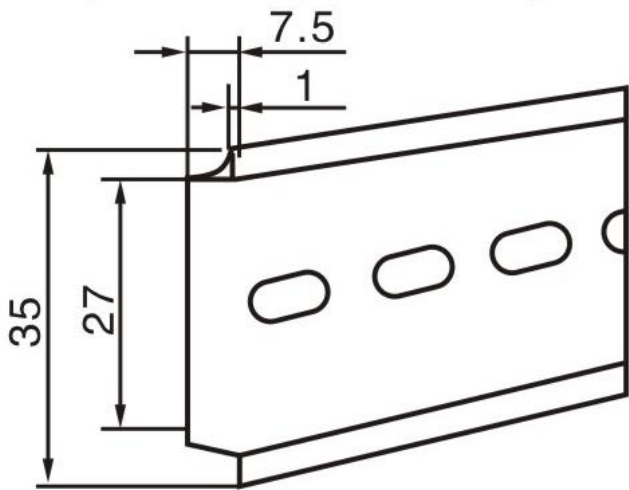

Рис.1 Стандартная DIN-рейка TH35-7.5 (1.0)
- с) Монтаж на стандартную направляющую TH35-7.5 (1.0) (см. Рис.1);
- (3) Нормальные условия хранения